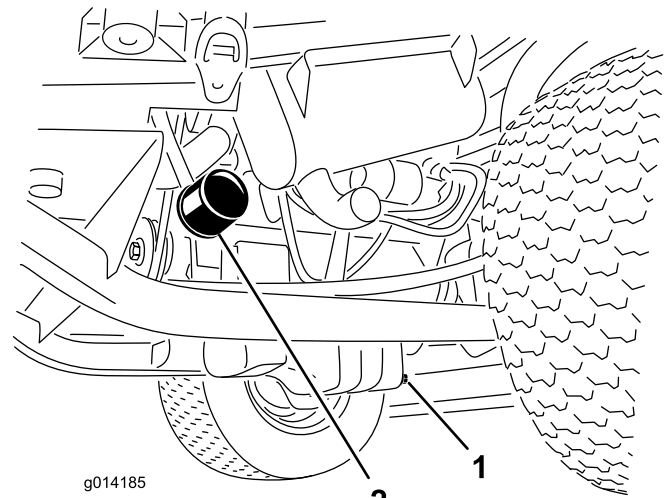

Bild 37
1. Entfernen Sie die Ablassschraube (Bild 37) und lassen Sie das Öl in die Auffangwanne ab.
3. Entfernen Sie den Ölfilter (Bild 37).